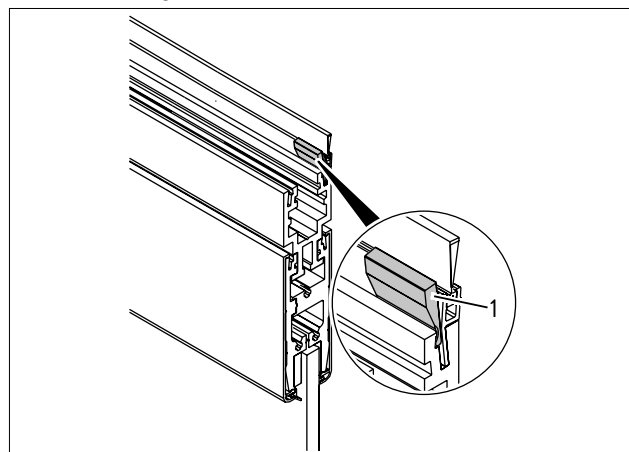

Abb. 35 Verkeilung entfernen
4. Verkeilung (Abb. 35/1) entfernen und zur späteren Verwendung aufheben.